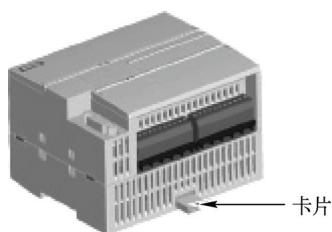

图 2-24 打开卡片
2) 听到“咔嚓”一声, 打开模块底部的 DIN 夹片, 并将模块背面卡在 DIN 导轨上, 如图 2-24 所示。